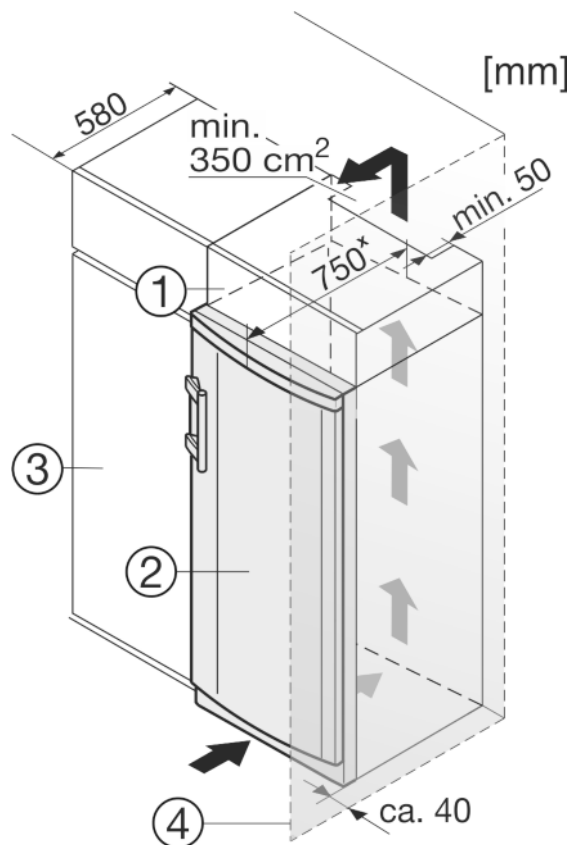

Fig. 9
- (1) Дополнительный шкафчик
- (2) Устройство
- (3) Кухонный шкаф
- (4) Стенка
Устройство может быть окружено предметами кухонной обстановки. Чтобы уравнивать устройство Fig. 9 (2) по высоте с кухонной стенкой, можно установить над устройством соответствующий дополнительный шкафчик Fig. 9 (1).
Если устройство установлено на шарнирах у стены *Fig. 9 (4)*, то расстояние между устройством и стеной должно быть не менее 40 мм. Настолько выступает ручка при открытой двери.